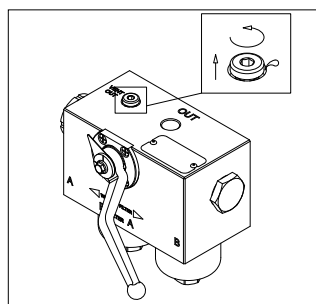

fig. 3
- (Fig. 3) Far fuoriuscire l'eventuale aria dall'impianto allentando il tappo di sfiato "Vent OUT" di un giro al massimo, finché il fluido di lavoro non inizia a trafilare